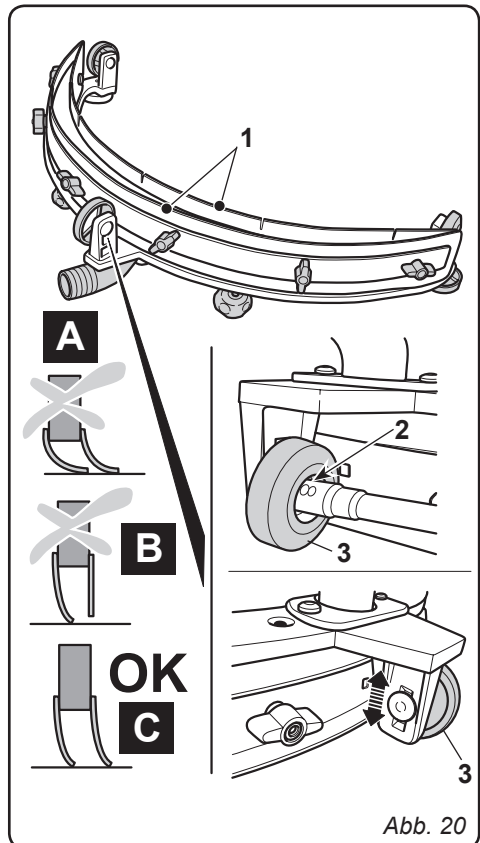

Abb. 20
11.1.g - Druckeinstellung der Wischergummis (Abb. 20)
- Den Druck kontrollieren, den die Wischergummis (1) auf dem Boden hinterlassen:
11.1.h - Auswechslung der Sicherungen (nur Ausführung CB) (Abb. 20)